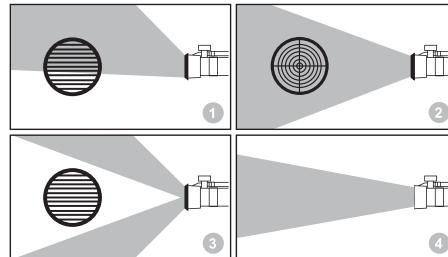

Рис. 25
- Для формирования альтернативной формы факела на распылитель модели GS-63-PRO могут быть установлены дополнительные решетки (рис. 25).